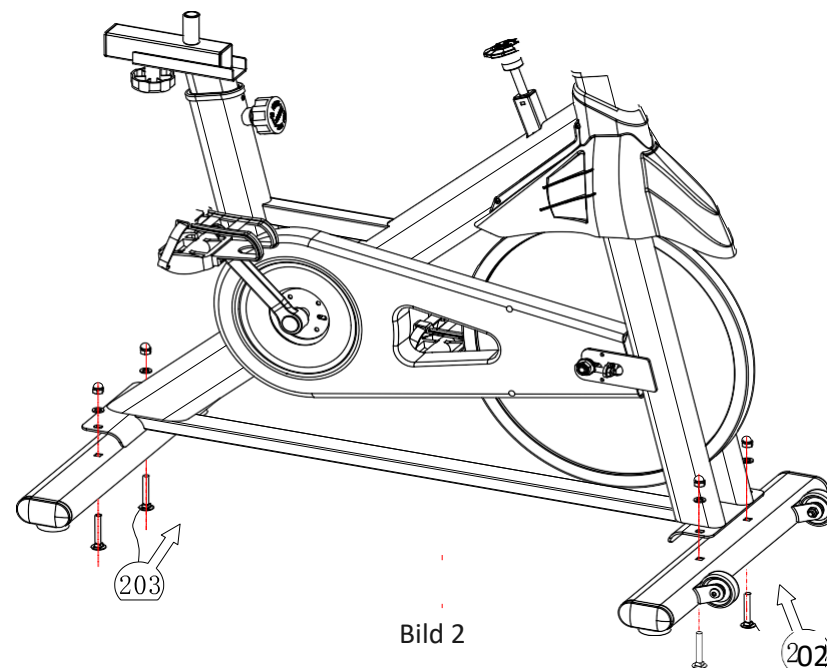

Bild 2
2. För in två "stor halvrund fyrkantsbult M10x90" i det fyrkantiga hålet i "främre bottenstödet", se steg 202 på bild 2, så att den passerar bågen i huvudramens främre ände med hjulet riktat framåt. I det runda hålet i den böjda delen för du in "planbricka  $\Phi 11 \times \Phi 20 \times 2$ ", skruvar på "täckmutter M10", och drar åt med en 16# skruvnyckel;
Som steg 203 på bild 2 visar, för du in två "stor halvrund fyrkantsbult M10x90" i respektive fyrkantiga hål i det "bakre bottenstödet". Se till att den justerbara foten är vinkelrät mot underlag och sitter fast genom huvudramen. I det runda hålet i den böjda delen av framänden för du in "planbricka  $\Phi 11 \times \Phi 20 \times 2$ ", skruvar på "täckmutter M10" och drar åt med en 16# skruvnyckel;